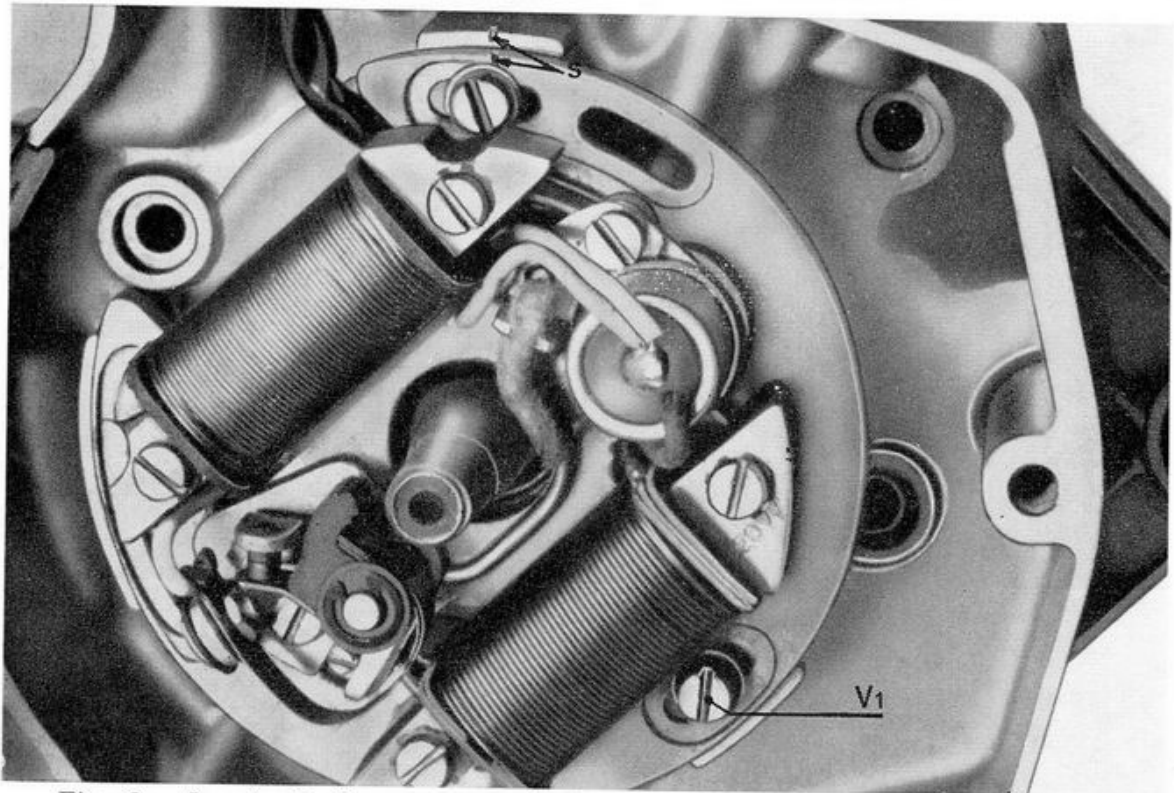

Fig. 3 - Segni di riscontro tra la basetta portabobine e il carter motore
6. Fig. 3 - Praticare i segni di riscontro S tra la basetta portabobine ed il carter per facilitare la fasatura durante il rimontaggio. Rimuovere la basetta dal carter svitando le 3 viti V1.